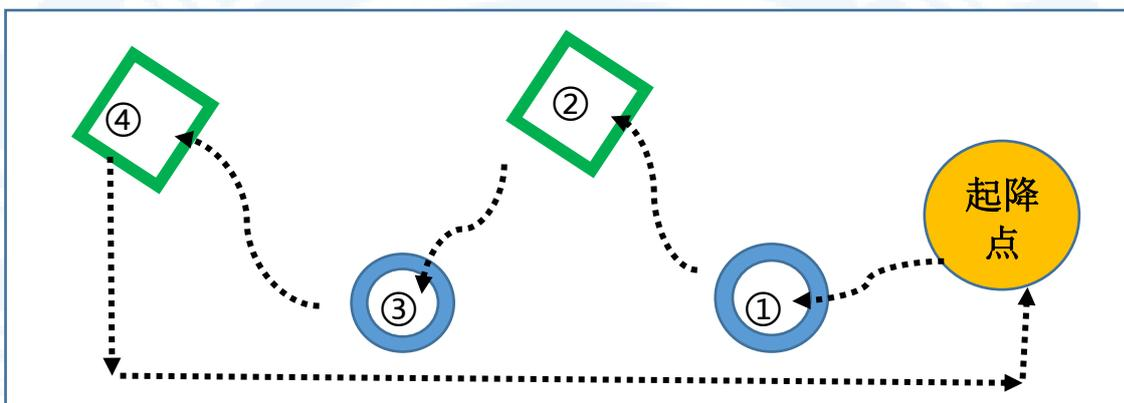

图 5 越障与航拍示意图
如图 5 选手操控飞机从起点起飞，按①-②-③-④次序穿越圆孔和方孔障碍物（飞行时机头方向任意），在第④个斜方形孔边缘上有一个贴纸，写有一个约 5cm 大小的英文大写字母，要求选手利用多旋翼飞机的拍摄功能查证此贴纸上字母并向裁判说出字母名称，最后直接飞回起点位置降落。记录每架飞机飞行时间及成功越障个数进行评分。